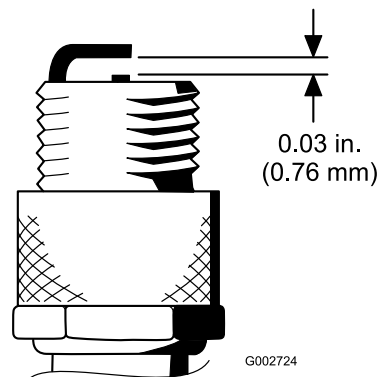

Figura 30
4. Ajuste a folga existente entre a zona central e lateral do elétrodo para 0,76 mm, como se mostra na Figura 30.